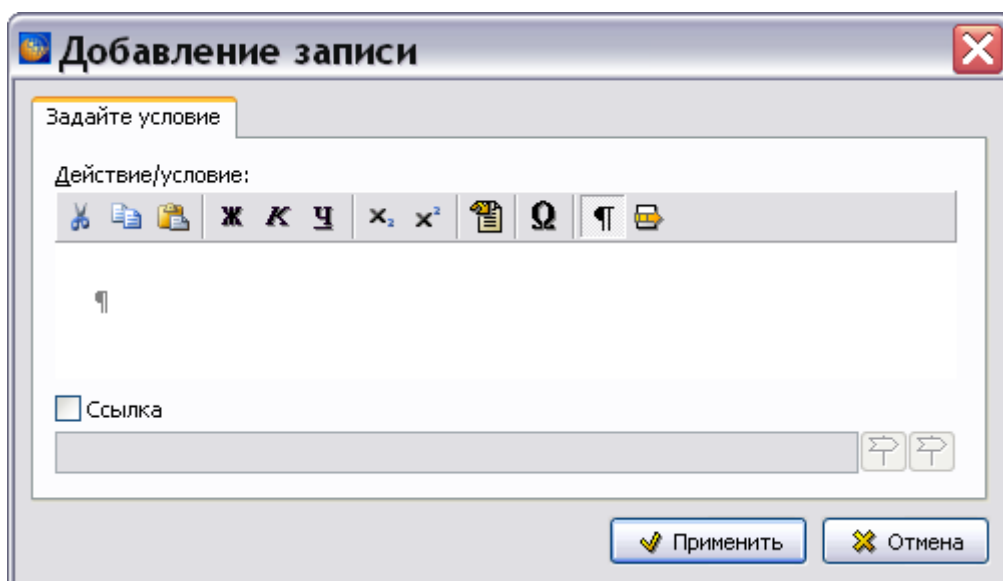

Рис. 7.17
2. Нажмите на кнопку **Добавить** , находящуюся справа от окна. При этом появится окно **Добавление записи** (Рис. 7.17).